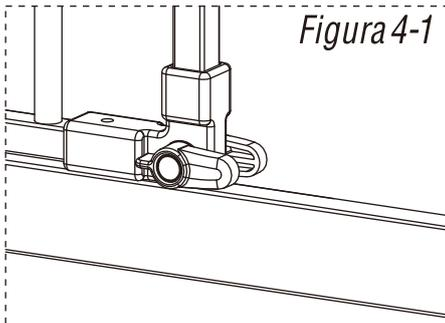
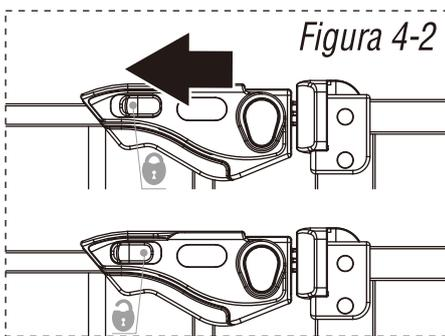

Figura 4-1
Figura 4-2
**Per aprire** - Assicurarsi che i blocchi della base nella parte inferiore della porta del cancello siano in posizione orizzontale (Figura 4-1). Allontanare la molla dal fermo ad apertura facilitata mentre si solleva contemporaneamente la leva del chiavistello verso l'alto (Figura 4-2e 4-3). Questo rilascerà il fermo di del chiavistello del cancello e consentirà alla porta di essere spinta o tirata per essere aperta. Portare la leva del chiavistello verso l'alto (Figura 4-2 e 4-3). Questo rilascerà il fermo del chiavistello del cancello e consentirà alla portadi spingere o tirare per essere aperta.